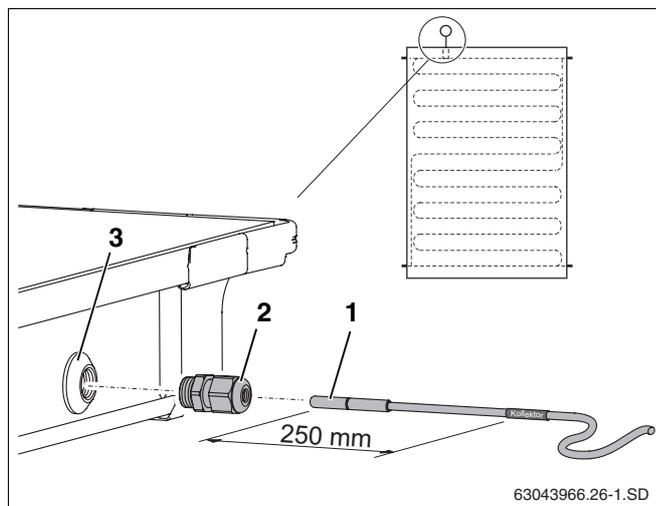

Fig. 32 Inserimento della sonda del collettore nel collettore
Per una perfetta efficienza dell'impianto solare è necessario infilare completamente la sonda del collettore (fig. 32, **pos. 1**) nel tubo della sonda fino all'arresto (ovvero per ca. 250 mm).
- Perforare lo strato isolante del passante della sonda del collettore (fig. 32, **pos. 3**) con la sonda stessa o con un cacciavite.
- Avvitare il giunto a bocchettone (fig. 32, **pos. 2**) nel passante della sonda.
- Serrare a fondo il giunto a bocchettone (fig. 32, **pos. 2**); se necessario, utilizzare un controdado.
Se per errore è stato perforato il passante della sonda (fig. 32, **pos. 3**) di un collettore sbagliato, tale passante dovrà essere chiuso con il tappo del kit di allacciamento. Prima è necessario rimuovere il dado situato dentro il passante della sonda con l'ausilio di un passacavo (fig. 32, **pos. 2**).